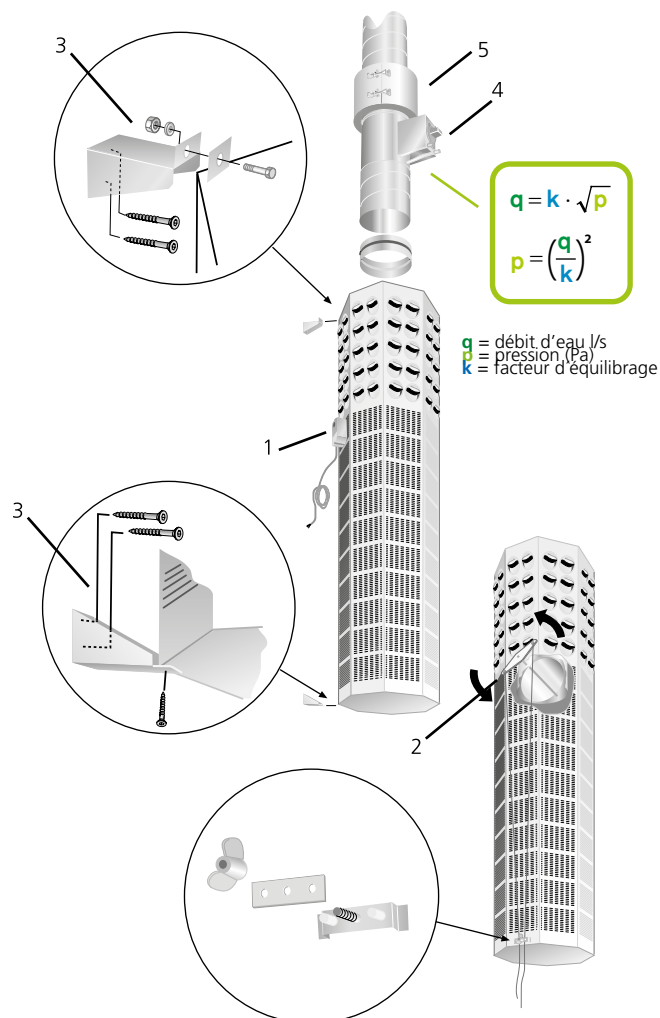

Figure 1. Équilibrage de l'installation.
Appareil de mesure réglable (4) pour l'équilibrage des flux d'air, voir figure 1.
Collier de fixation (5) en acier galvanisé, simplifiant l'installation et le démontage des diffuseurs. Voir figure 1.
Les consoles de fixation (3) sont fournies avec le diffuseur. Elles doivent être fixées au mur, puis au BOC. Voir figure 1.
Le réglage du flux se fait à l'aide d'un appareil de mesure réglable (4) positionné dans le conduit, en amont du BOC. Voir figure 1. N.B.: Les détails 4 et 5 ne sont pas inclus.
Légende de la figure 1: